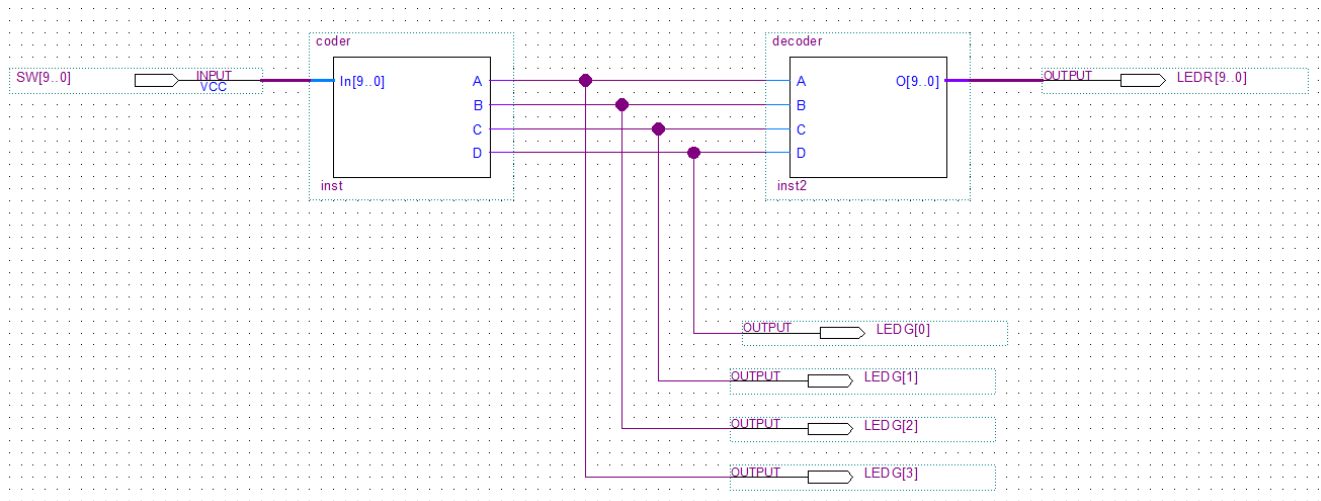

Figura 4 – Interface com o kit FPGA DE2
2.5. **(Pós-Experimento)** Desenhe o circuito da **Figura 4**, onde coder e decoder são os circuitos do codificador e do decodificador projetados nos itens 2.2 e 2.4, sintetize e teste no kit FPGA DE2 (ou DE2-70) filmando seu funcionamento.